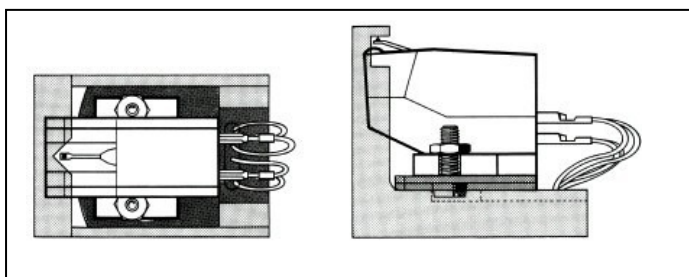

Fig. 9
Insérez le support de système dans la glissière de montage fournie. Le montage est correct lorsque la pointe de lecture, vue d'en haut, est placée dans l'ouverture en V de la glissière, de montage. Vue de côté, la pointe doit être enfoncée dans l'orifice rectangulaire (Fig. 9). Enfichez le support de système dans la tige du bras de lecture et revissez l'écrou (9).